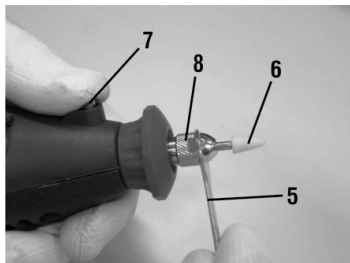

Fig. 3 – Instalación o extracción
1. Sujete la traba del eje (7), con la llave de boca (5) retire la tuerca de fijación (8);
2. Insiera el vástago del accesorio (6) en la pinza (1);
3. Mientras sujeta la traba del eje (7) con la llave de boca (5), atornille la tuerca de fijación (8), fig.3;